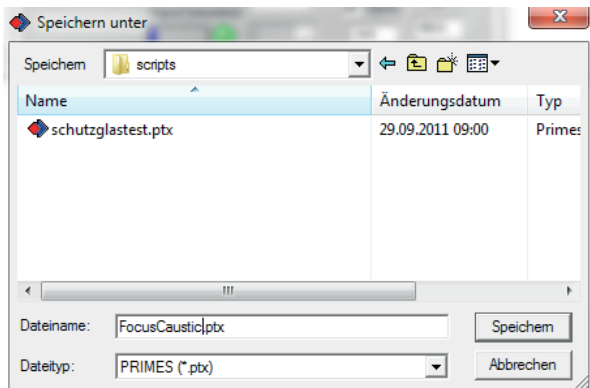
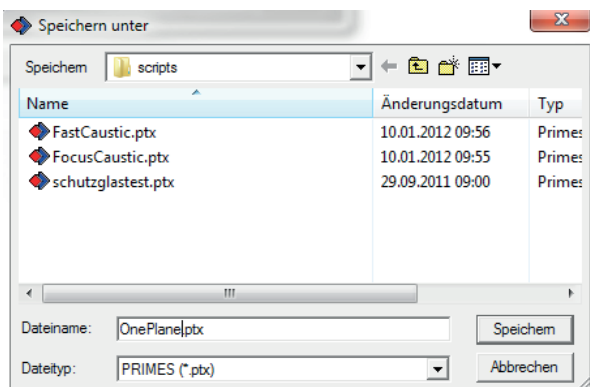

Abb. 21.18: Dateiname *FocusCaustic.ptx*
Abb. 21.20: Dateiname *OnePlane.ptx*
3. Wählen Sie das Verzeichniss für die Skripte aus (hier *c:\Program Files (x86)\Primes\LDS\scripts*) und speichern Sie die Vorgabedateien mit den Dateinamen wie in Abb. 21.18 bis Abb. 21.20 dargestellt.